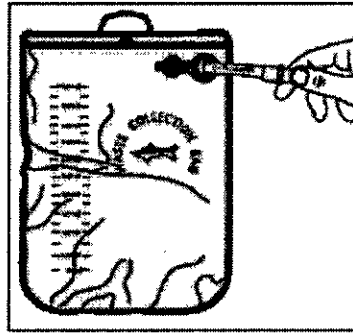

Figura 18
10. Introduzca el extremo de desechos del tubo de salida en el dispositivo colector de desechos (figura 18).